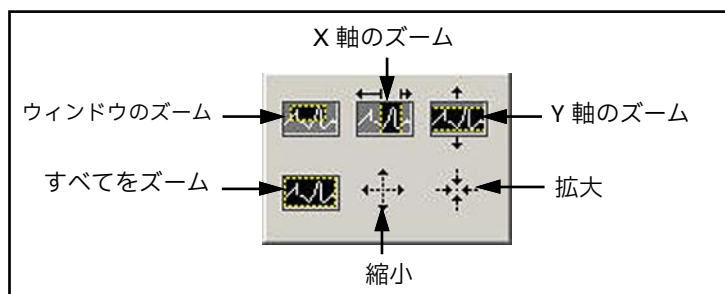

図 76: ズームツール
- ズームツール - 以下の図76のような6つの選択肢があります。